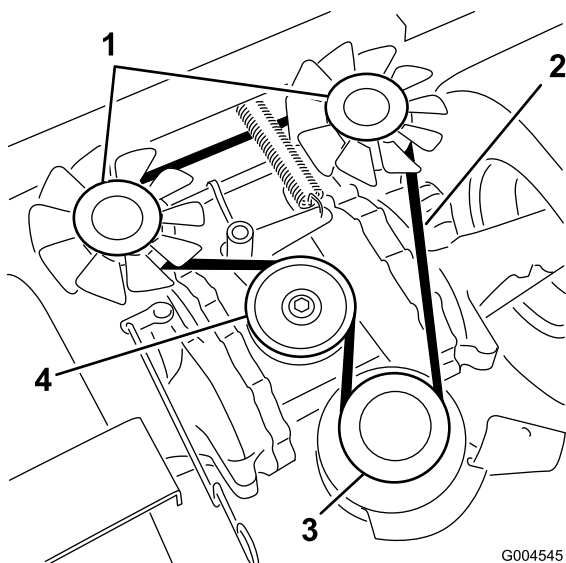

Figura 47
3. Retire el perno del tope del embrague y desconecte el cable eléctrico del embrague (Figura 47).
4. Tire de la polea tensora para aliviar la tensión de la correa en la polea tensora (Figura 47).
5. Retire la correa de transmisión de la bomba de las poleas del motor y de la bomba hidráulica (Figura 47).
6. Instale la correa nueva alrededor de las poleas del motor y de la bomba hidráulica (Figura 47).
8. Libere la presión en la polea tensora tensada con muelle (Figura 47).